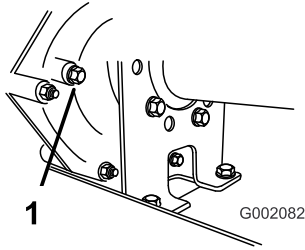

Bild 61
2. Nehmen Sie die Schraube aus dem Füllstand-Prüfloch heraus (Bild 61).